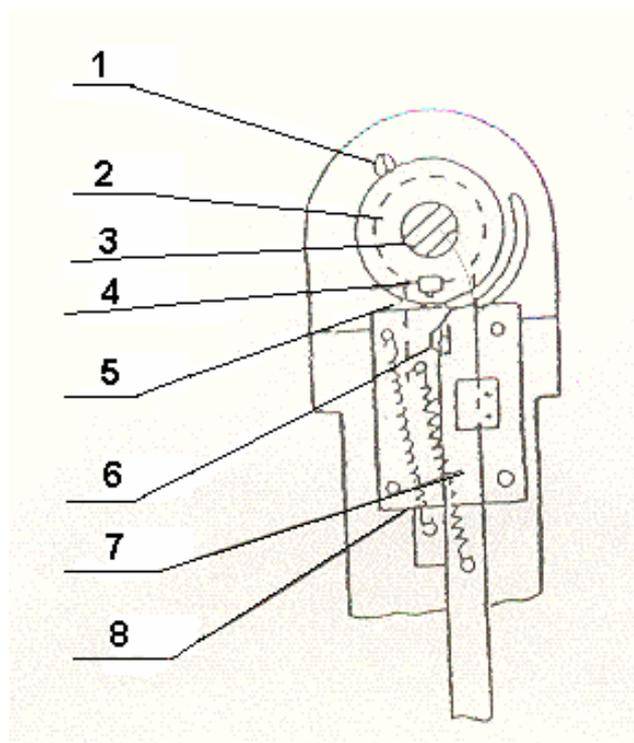

Рисунок 2
См. рис. 2. Когда нажата педаль, цепочка опускает предохранительный стержень (7) и разгрузочная пластина (5) опускается вниз. Затем магнитный стержень (4) выдвигается и эксцентриковый вал (3) поворачивается. Гнездо магнитного стержня (2) поддерживает расположенный сверху болт (1), который разделяет предохранительный стержень (7) от разгрузочного штифта (6), расположенного на разгрузочной пластине (5), после того как эксцентриковый вал (3) поворачивается на определенный угол. Теперь прижимная пружина (8) толкает разгрузочную пластину (5) вверх. Затем магнитный стержень (4) отводит следующие детали, а ременной шкив снова переходит на холостой ход.